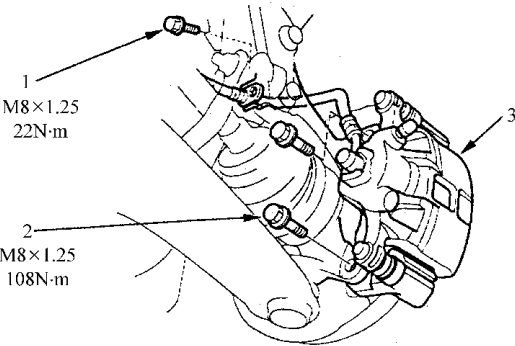

图 6-15 拆卸制动钳
- 4) 如图 6-15 所示，拆卸制动钳托架上的装配螺栓，拆卸转向节上的制动钳总成。为防止损坏制动钳总成或制动软管，用一节短线将制动钳吊在底盘上，请勿用力扭曲制动软管。